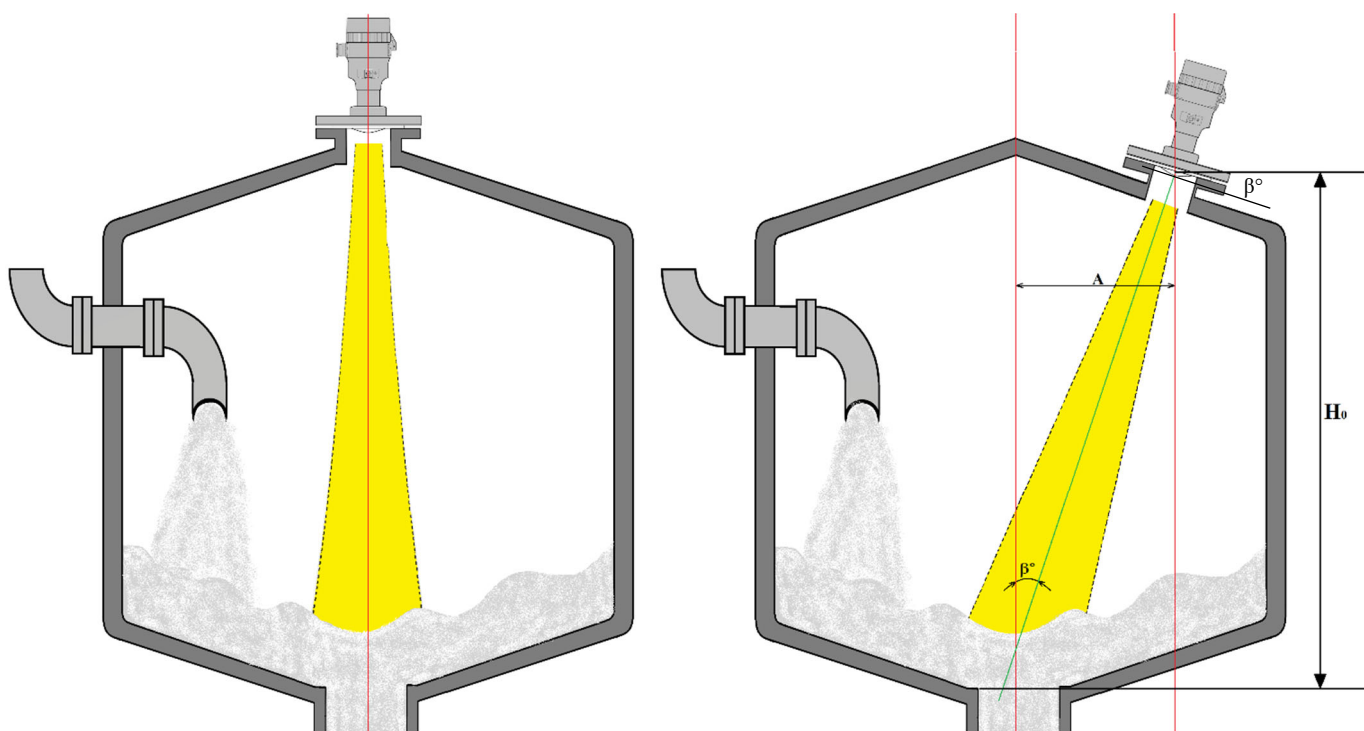

Рисунок 14 – Установка прибора на бункер с коническим дном вертикально (слева) и/или с наклоном (справа)
- при измерении уровня в резервуарах с коническим выпускным отверстием в нижней части (в основном такие резервуары применяются для сыпучих сред) измерительный луч преобразователя должен быть направлен в самую нижнюю точку резервуара или в центр выпускного отверстия. Для вертикальных цилиндрических резервуаров это обеспечивается установкой преобразователя по центру резервуара. В случае, если установка преобразователя напротив выпускного отверстия резервуара невозможна или при такой установке не обеспечивается выполнение перечисленных правил и рекомендаций, то место установки преобразователя на резервуаре должно выбираться с учетом отклонения рабочего положения преобразователя от вертикального (рисунок 14). В зависимости от базовой высоты установки преобразователя на резервуаре, вычисляется расстояние между осью вертикального положения преобразователя и центром выпускного отверстия резервуара A , м, по формуле